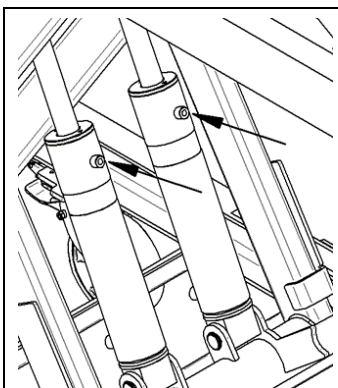

Abbildung 7-2
3. Entlüftungsschraube am Zylinder (→Abbildung 7-2) etwas lösen.